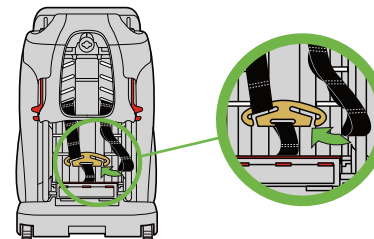

Figura 107
**En el caso de los niños de mayor tamaño:** Para alargar el arnés, coloque la placa de metal del arnés en un bucle que esté más cerca del extremo de la correa del arnés de los hombros, como se muestra en la **figura 107**.